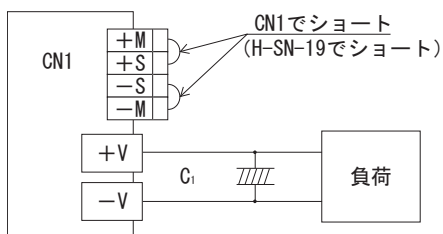
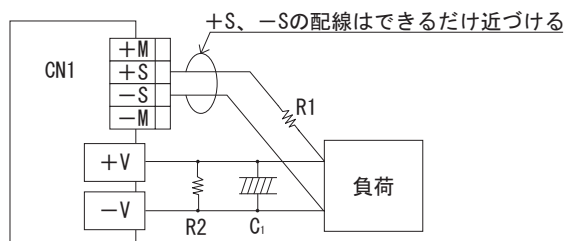

図 2.4 リモートセンシングを使用しない場合
図 2.5 リモートセンシングを使用する場合
- リモートセンシングを使用する場合と使用しない場合の結線を図 2.4 ~ 図 2.5 に示します。
- ① 負荷線に接触不良 (ねじのゆるみなど) が生じると、センシング線に負荷電流が流れ、電源内部回路が故障することがありますので結線には充分注意してください。
- ② 電源から負荷までの配線は、充分余裕のある太い電線を使用し、ラインドロップは 0.3V 以下でご使用ください。
- ③ センシング線が長くなる場合、C1、R1 をつけてください。
- ④ センシング線は、ツイストペア線またはシールド線を使用してください。
- ⑤ +M、-M、+S、-S 端子から電流を取り出さないでください。
- ⑥ 配線や負荷のインピーダンスによって、電源出力電圧に発振波形が発生したり、出力電圧の変動が大きくなることがあります。センシング使用時には、評価確認の上ご使用ください。